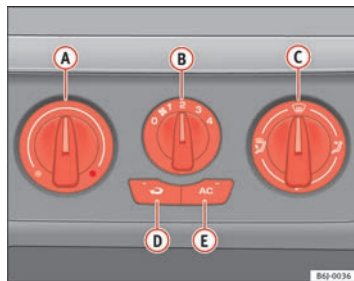

Fig. 90 Sulla plancia portastrumenti: i comandi dell'aria condizionata
- Disattivare l'impianto del condizionatore con il tasto ⇒ fig. 90  (si spegne la spia del tasto).
L'uso della funzione di ricircolo  (pag. 127, fig. 90)  (spia nel tasto accesa) impedisce la penetrazione di cattivi odori all'interno dell'abitacolo. Questa funzione è particolarmente utile nelle gallerie e quando si è fermi in coda.